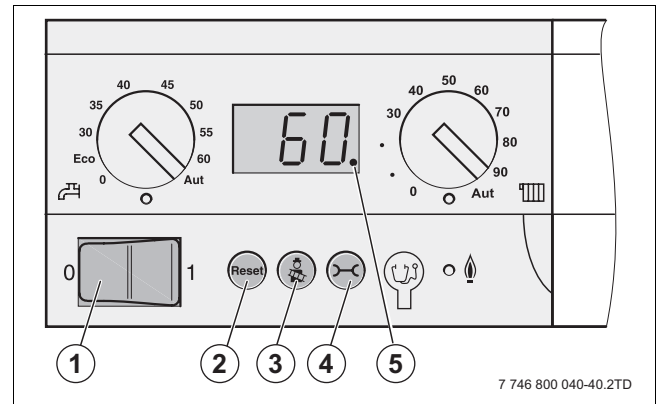

Fig. 60 Pannello di servizio del dispositivo di controllo di base
- ▶ Posizionare l'interruttore di esercizio (→ fig. 60, [1]) nel pannello di servizio del dispositivo di controllo base su "0" (Off).
- ▶ Posizionare l'interruttore (→ fig. 60, [1]) nel pannello di servizio del dispositivo di controllo base su "1" (On).